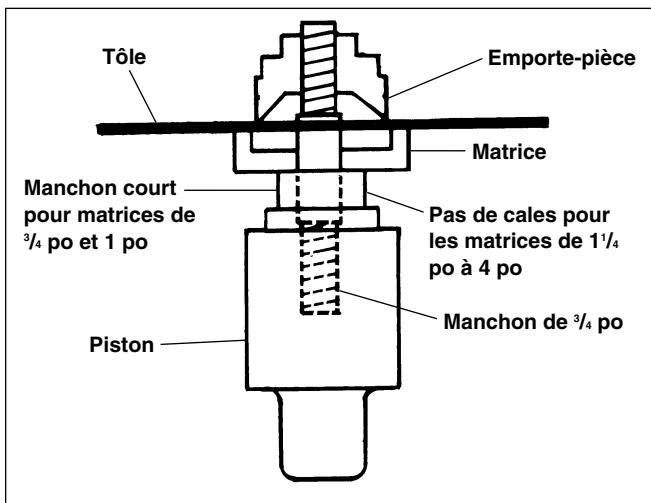

Figure 4 – Décochage des trous de $\frac{3}{4}$ po à 4 po
4. Passez la partie filetée du manchon à travers l'avant-trou déjà percé, puis vissez l'emporte-pièce sur ce filetage jusqu'à ce que la pointe de l'emporte-pièce touche à peine la surface du matériau (*Figure 4*). Actionnez la pompe comme indiqué ci-dessous.